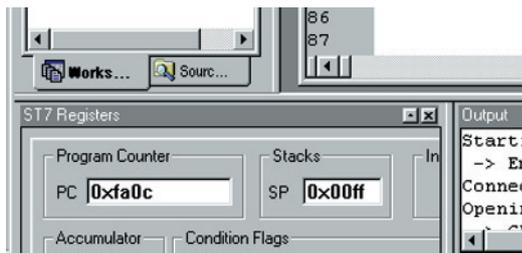

Figure 4 : Avant de commencer le débogage d'un programme, activez la fenêtre ST7 Registers en cliquant sur l'icône R7 en bleu (voir figure 1).
Avant tout, ôtez le cavalier J1 de la platine EN1548 afin que l'horloge (environ 7 MHz) soit directement fournie par le programmeur EN1546. Le débogage est actif mais le contrôle proprement dit n'a pas encore commencé et par conséquent le programme est arrêté à la première instruction à exécuter, c'est-à-dire sur la commande **rsp**, qui réinitialise le **registre Stack Pointer** (figure 2). Avant de faire partir l'exécution, activez deux fenêtres très utiles: celle des **registres** et celle des **périphériques** du microcontrôleur, que nous vous conseillons d'activer chaque fois que vous exécuterez le débogage de vos programmes. Cliquez sur l'icône bleue **R7** (**ST7 Registers Window**), comme le montre la figure 1 et en bas à gauche une fenêtre grise **ST7 Registers** s'ouvre (voir figure 4). Comme il arrive dans tous les programmes gérés par fenêtres, la première fois qu'on en active une, elle apparaît plus ou moins grande: portez le curseur sur ses bords et, quand il prend la forme visible figure 5, traînez-le à l'horizontale et à la verticale pour agrandir la fenêtre **ST7 Registers** (voir figure 6). À travers cette fenêtre on peut contrôler en temps réel le contenu de tous les registres de système, c'est-à-dire le **Program Counter (PC)**, le **Stacks (SP)**, les registres indices **x** et **y**, l'accumulateur **"a"** et le **registre Condition Code (CC)**. Devant toutes les valeurs se trouve le préfixe **0x**, indiquant qu'elles sont en **hexadécimal**. Ce préfixe a la même signification que la lettre **h**.